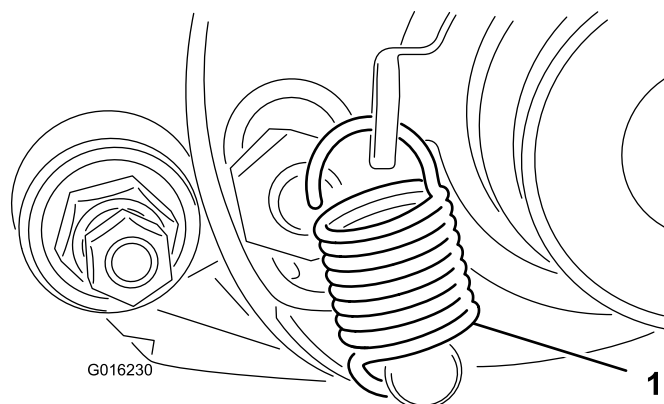

Figura 13
29. Ruotate la puleggia tendicinghia finché la molla della leva del cambio possa essere agganciata nel foro della staffa della puleggia e sul prigioniero come mostrato in Figura 13.